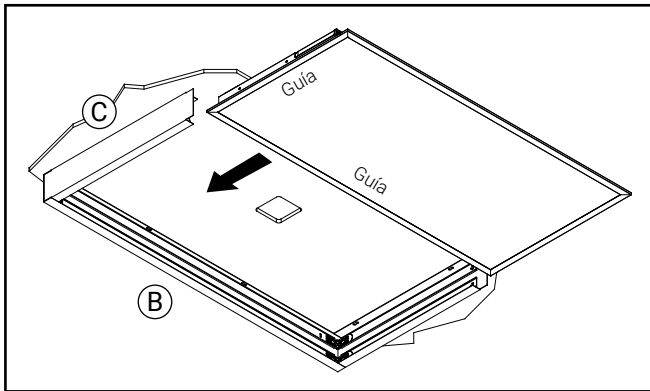

Figura 5
11. Deslice la luminaria en la cubierta de resguardo del SMK para comprobar que encaja bien (Figura 5). Siempre introduzca el lado de la luminaria que tiene la guía en el SMK, de forma que la guía quede del lado del panel B o C sin importar el tamaño de la luminaria.